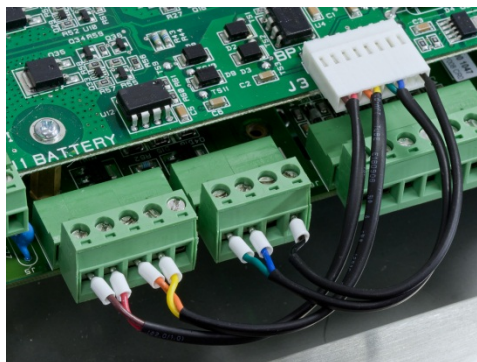

Figura 3-30: Collegamento IND560x-PAB (J3) all'IND560x (J4/J5)
8. Ulteriori collegamenti devono essere eseguiti tra il terminale J3 dell'IND560x-PAB ed i terminali J4 & J5 della scheda madre dell'IND560x (Figura 3-30). La Tabella 3-8 indica i codici dei colori per cablare la connessione. Installare il connettore incluso nel kit dell'IND560x-PAB in conformità con tali codici.